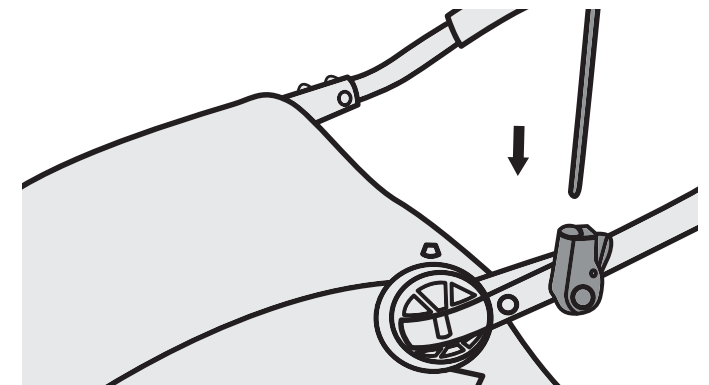

Figura 20
2. Coloque el mástil de la bandera en el orificio del soporte de bandera. Para sacarla pulse el botón y saque el mástil de la bandera (Figura 20).